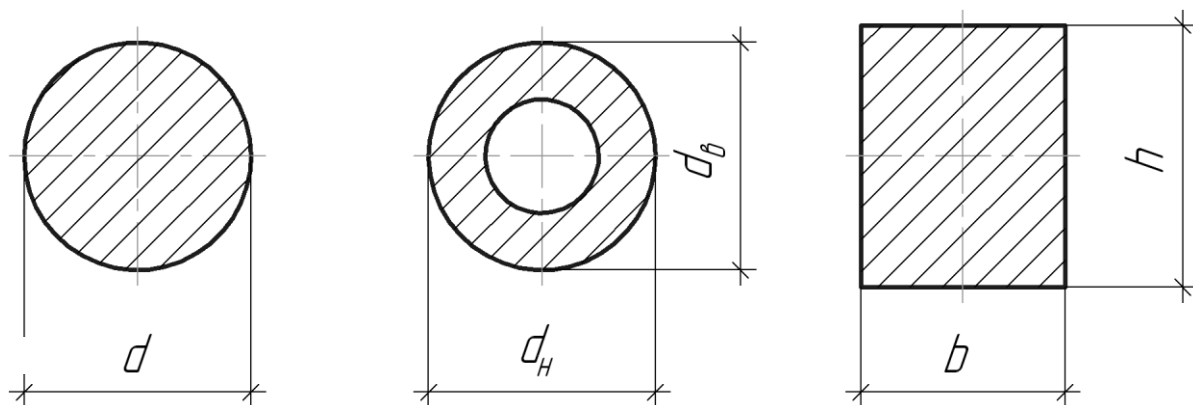

Рис.12
1. Установить опасное сечение вала и из условия прочности на кручение определить размеры поперечных сечений, указанных на рис.12.